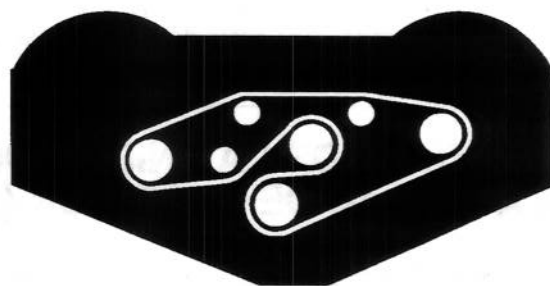

Figura 13
5. Encamine la nueva correa alrededor de las poleas de husillo y de la intermedia, según se indica en la Figura 13.